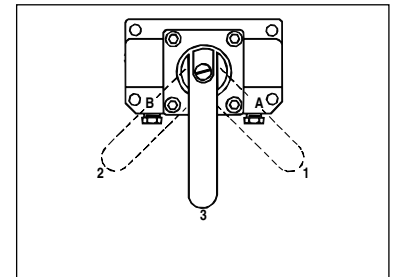

Abb. 1
**VM33, VM33L, VM43, VM43L (siehe Abb. 1)**